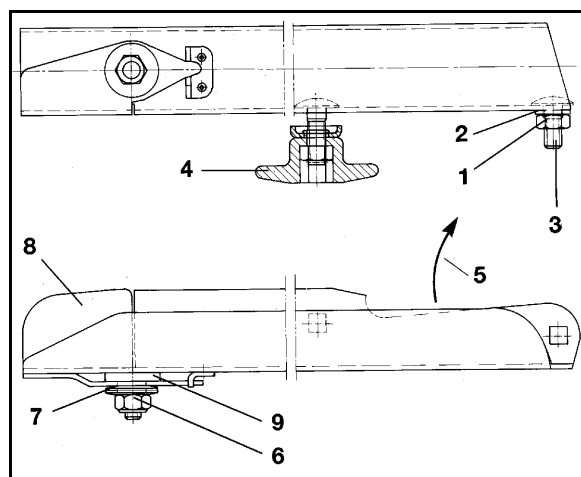

Fig. 80
1. Løsne den selvslående mutteren (Messing CuZn) (Fig. 80/6) og fjern den sammen med tallerkenfjærene (Fig. 80/7).
2. Skift ut dreieklaffene (Fig. 80/8).
Vær oppmerksom på plastskiven (Fig. 80/9) mellom spredevingen og dreieklaffen.
4. Trekk til de selvslående mutterne (Fig. 80/6) med et tiltrekingsmoment på 6-7 Nm, slik at dreieklaffen kan svinges for hånd, men ikke svinger oppover av seg selv.